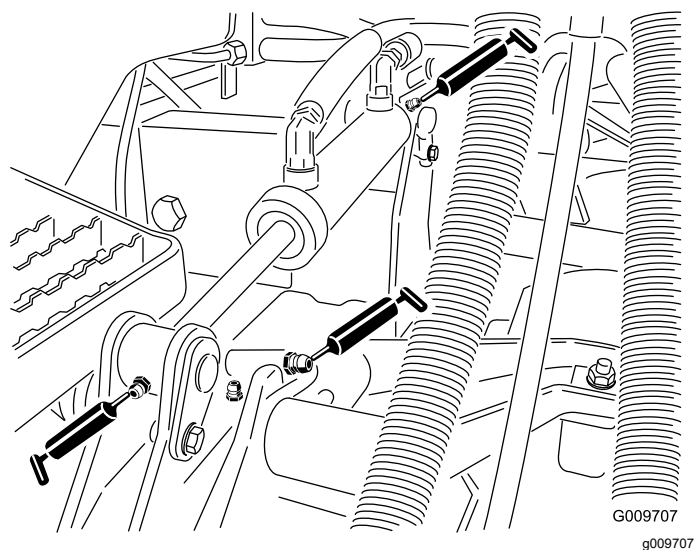

Figure 53
- Bagues de bras de levage (1 par unité de coupe), comme montré à la Figure 53.
- Bagues de vérin de levage (2 par unité de coupe), comme montré à la Figure 53.